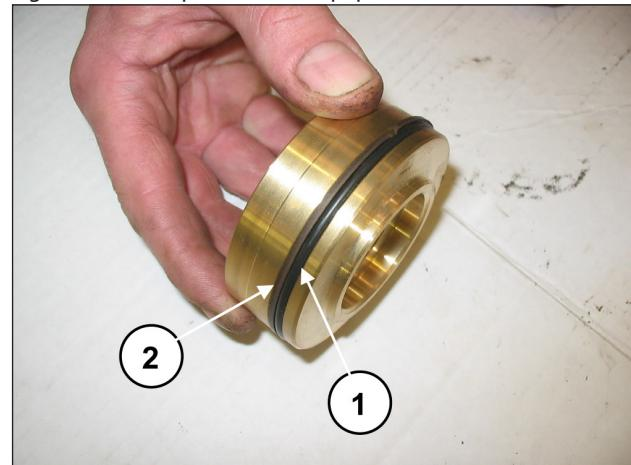

Fig. 131
Monter le joint torique, rep. vue éclatée n° 17 (rep. ①, Fig. 131) et la bague anti-extrusion, rep. vue éclatée n° 21 (rep. ②, Fig. 131) sur le capuchon de soupape de refoulement.